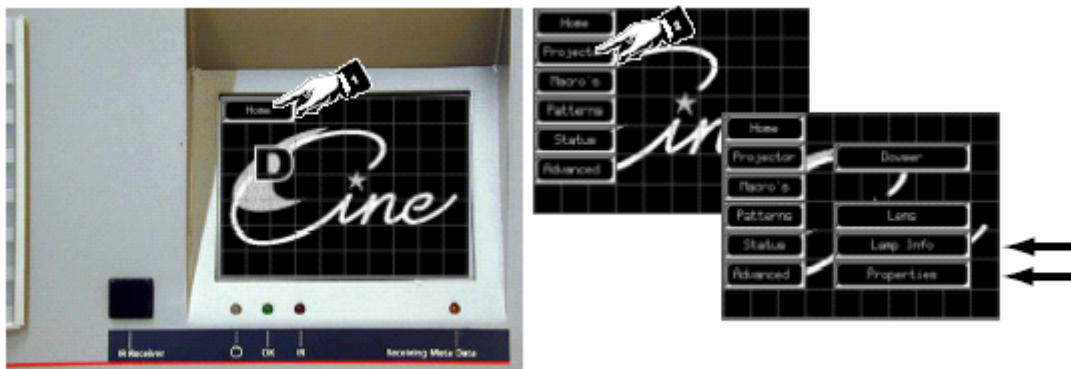

图 11-1 数字放映机相关资料
1. 在触摸屏面板上，从主屏幕开始，连续按触摸按钮 *Home* 和 *Projector*。（图 11-1）